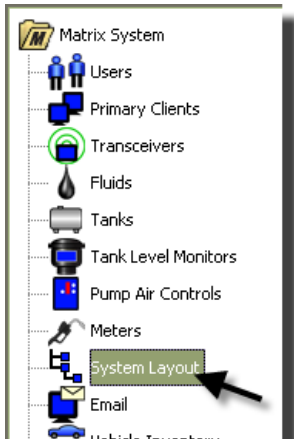

FIG. 123
1. Para mostrar la pantalla principal de configuración de diseño del sistema, seleccione **Diseño del sistema** de la lista del Panel del sistema Matrix (FIG. 123). Antes de que configure el Diseño del sistema, tiene que agregar los tanques (página 79) y los medidores (página 92).